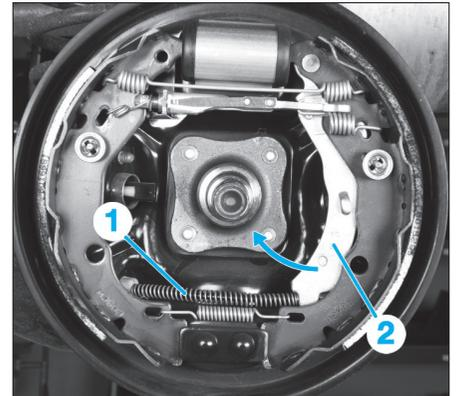

Fig. 30
- Sortir les câbles de frein de parking (1) en poussant le levier (2) à l'aide d'une pince et d'un tourne-vis (Fig.30).